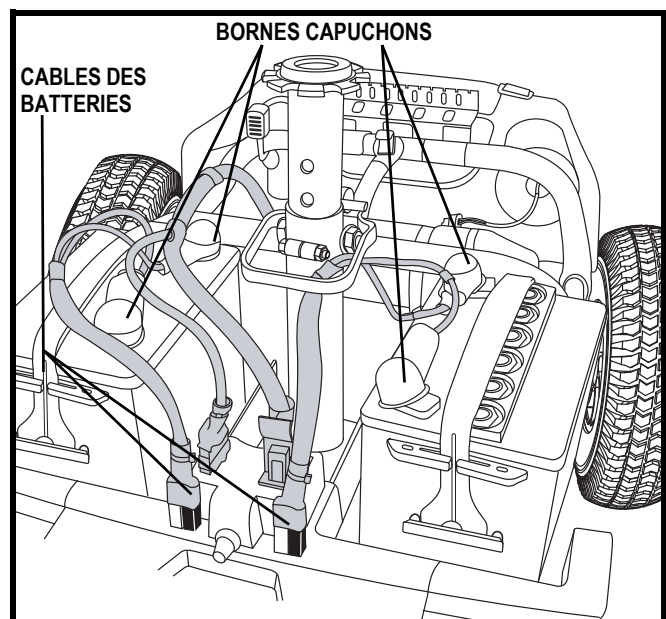

Figure 13. Câbles et connecteurs à batteries
3. Débranchez les câbles des batteries et tirez-les vers le haut à la verticale. **Voir la figure 13.**